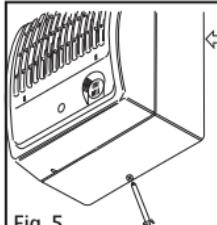

Fig. 5
3. Oddzielić obudowę wentylatora od płyty tylnej odkręcając śrubę znajdująca się na spodzie, rys. 5.